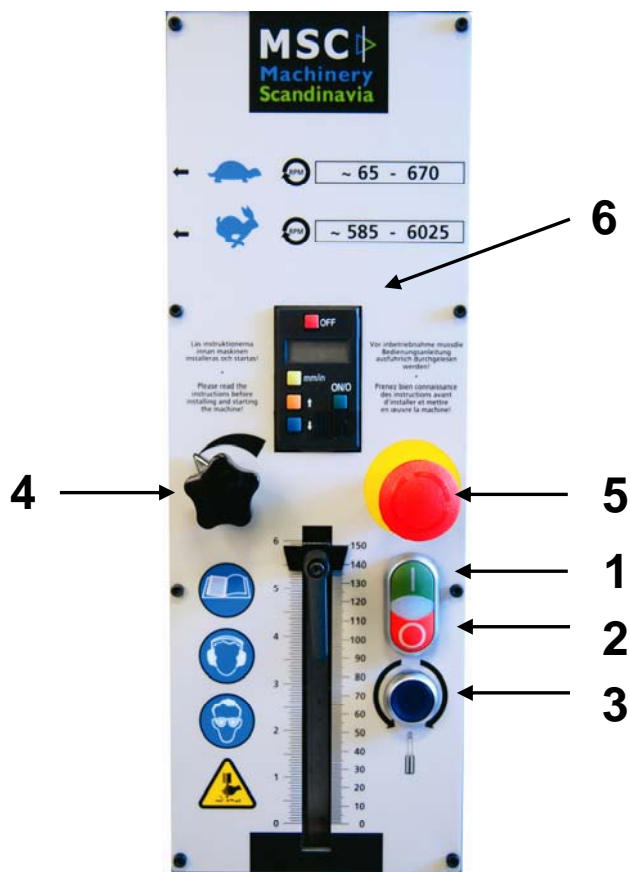

Bild 4: (1) Start, (2) Stopp, (3) Auto Reversering på/av.
- Tryck på strömbrytaren till läge gängning, lyser vid påslaget läge (se bild 4).